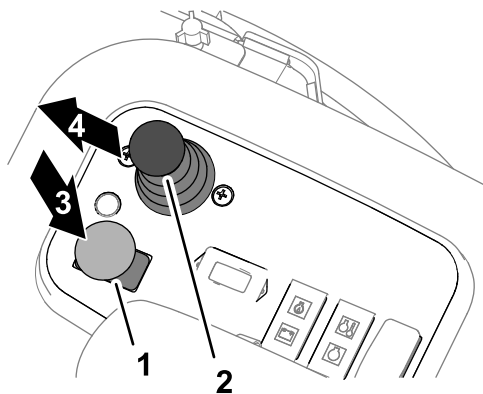

Figura 34
1. Cuplai frâna de parcare și apoi apăsați comutatorul de acționare pentru unitatea de tăiere în poziția DECUPLARE (Figura 34).